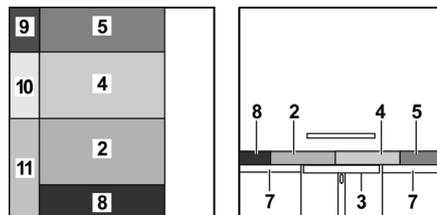

Bild 136 Nach dem Umbau
- Die Sitzpolster (Bild 136,2 und 4) nach vorn und zur Mitte ziehen.
- Das Rückenpolster (Bild 136,5) zwischen das Sitzpolster und die Wand legen.
- Das Zusatzpolster (Bild 136,8) zwischen das Sitzpolster und die Wand legen.
- Die Zusatzpolster (Bild 136,9, 10 und 11) zwischen die Polster auf dem Tisch und der Sitzplatte und die Wand legen.